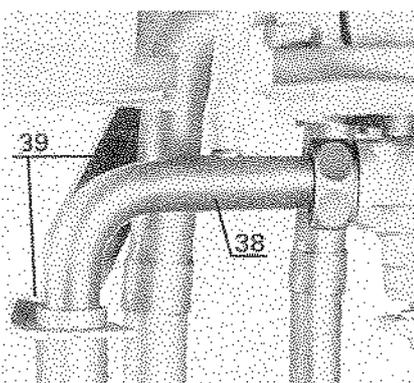

Fig.13
Important : La soupape de sécurité montée sous le robinet de retour du chauffage protège l'installation contre toute suppression. Elle doit obligatoirement être raccordée à une canalisation de vidange d'un diamètre de 18 x 20 mm. A cet effet, il est livré une douille de jonction Ø 12 x 14 et une patte de positionnement (38) (fig. 13) de la canalisation de vidange. Cette douille de jonction ne doit en aucun cas être soudée à la canalisation de vidange. L'orifice d'écoulement doit être laissé à l'air libre.